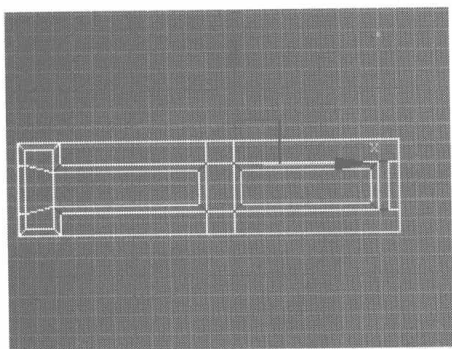
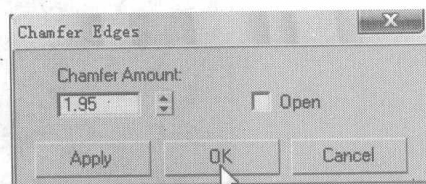

图 6.436
图 6.437
- 52** 在 Top 视图中选择如图 6.436 所示的边线，在 Edit Edges 卷展栏中单击 **Chamfer** 右侧的小按钮，在弹出的对话框中设置边线倒角参数，如图 6.437 所示。